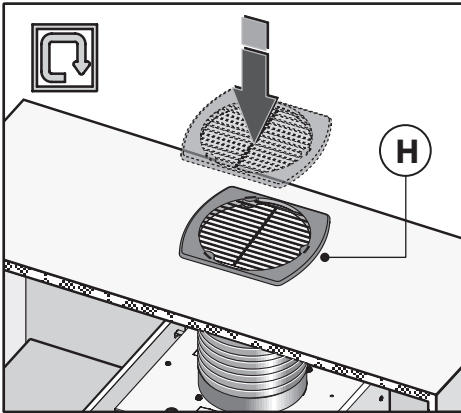

Fig.9
- Nel caso di montaggio dell'apparecchio in versione filtrante predisporre sull'uscita del tubo flessibile una griglia di protezione **H** (non in dotazione) come indicato in Fig 9.